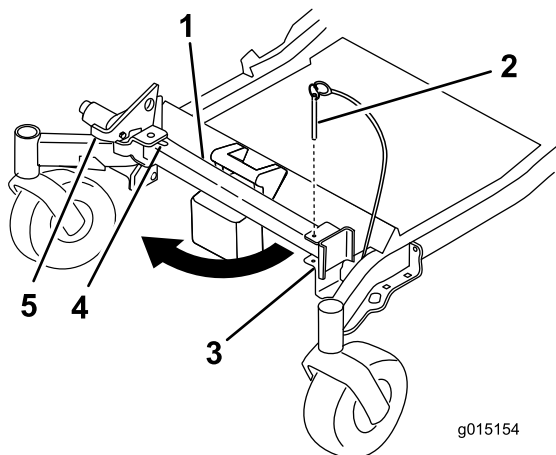
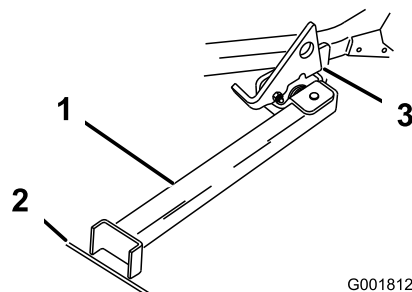

Figura 39
Figura 40
2. Togliete il perno dalla staffa (Figura 39).
3. Alzate il dispositivo di chiusura. Portate il piede del supporto sul davanti e spostate il supporto verso la macchina, nell'intaglio inferiore (Figura 39 e Figura 40).
4. Mettete a terra il piede del supporto ed appoggiate il dispositivo di chiusura sull'aletta orientabile (Figura 40).
- Nota:** Per ottenere risultati ottimali, appoggiate il piede del supporto nelle fessure del marciapiede o nel tappeto erboso (Figura 40).
6. Guidate sul supporto. Fermatevi quando il dispositivo di chiusura cade sull'aletta e si chiude (Figura 40). Una volta sul supporto, innestate il freno di stazionamento e spegnete il motore.
- Riportate il supporto in posizione di riposo (Figura 39).